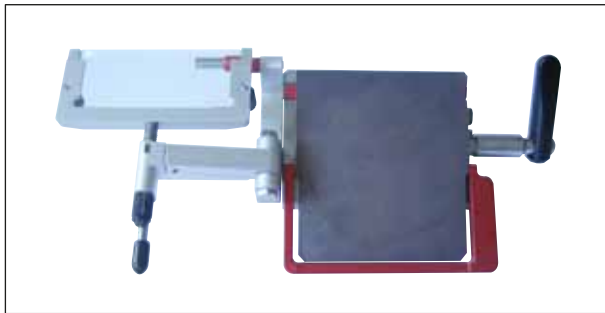

Fig. 46
- Klap snitstrækkeren til side (→ Fig. 46).